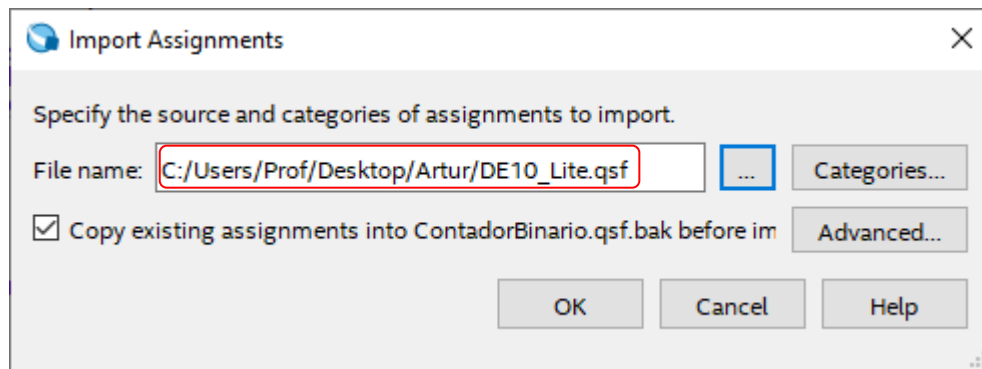

Fig. 3 – O arquivo “DE10\_Lite.qsf” atribui nomes aos elementos físicos da placa DE10-Lite
6. Agora vamos fornecer ao **Quartus Prime Lite** o arquivo que atribui nomes aos elementos físicos da placa **DE10-Lite**, como as chaves, os **LEDs** etc. Clique em “**Assignments**”, depois em “**Import Assignments**” e quando aparecer o quadro “**Import Assignments**”, na opção “**File name:**” carregue o arquivo “**DE10\_Lite.qsf**”, também anexado na pasta **Lab3**, conforme ilustra a **Fig. 3**.